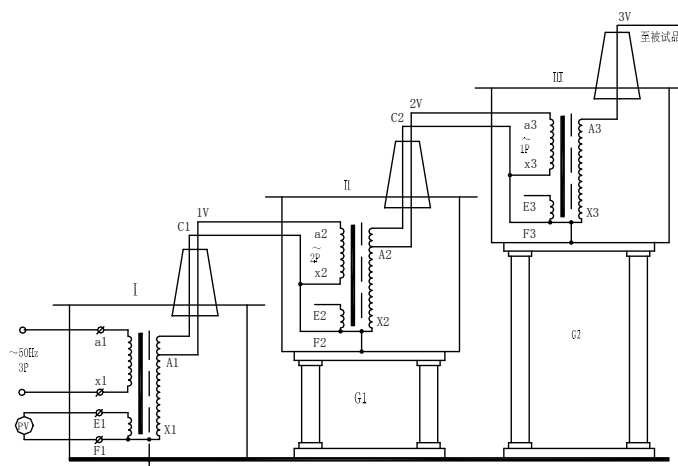

图 5：三台全绝缘试验变压器串级接线原理图
3、三台全绝缘试验变压器串级获得更高电压的接线原理见图 5。串级全绝缘试验变压器有很大的优越性，因为整个试验装置由几台单台全绝缘试验变压器组成，单台全绝缘试验变压器容量小、电压低、重量轻，便于运输和安装。它既然可串接成高出几倍的单台全绝缘试验变压器输出电压组合使用，又可分开成几套单台全绝缘试验变压器单独使用。整套装置投资小，经济实惠。图 5 中，在第一级和第二级的每个单元全绝缘试验变压器中都有一个励磁绕组 A1、C1 和 A2、C2。在串级试验变压器基本原理图中，低压电源加在全绝缘试验变压器 I 的初级绕组 a1x1 上，单台试验变 I、II、III 的输出电压都是 V。励磁绕组 A1、C1 给第二级全绝缘试验变压器 II 的初级绕组供电；第二级全绝缘试验变压器 II 的励磁绕组 A2、C2 给第三级全绝缘试验变压器 III 的初级绕组供电。第二级全绝缘试验变压器 II 和第三级全绝缘试验变压器 III 的箱体分别处在对地为 1V 和 2V 的高电位上，所以箱体对地是绝缘的，全绝缘试验变压器 I 的箱体是接地的。这样第一级、第二级、第三全绝缘试验变压器对地的额定输出电压分别为 1V、